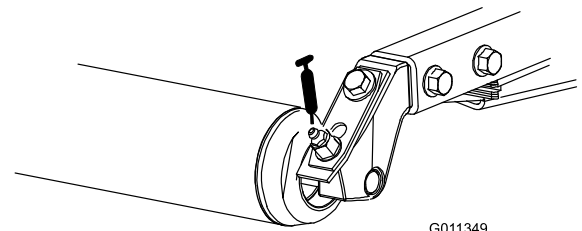

Figura 42
- Cuscinetti a rulli posteriori (2 per apparato di taglio) (Figura 42)